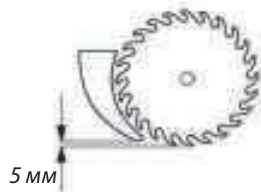

Рис. 4
в) На неподвижном кожухе устанавливается расклинивающий нож (21), препятствующий заклиниванию пильного диска. Фиксация ножа осуществляется винтами из комплекта крепежа в месте (13) таким образом, чтобы выполнялись следующие требования (Рис. 4,5).